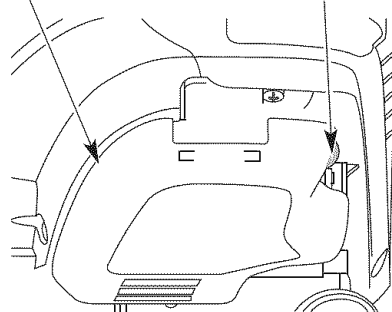

Fig. 7
SI FRÍO... Para condiciones de clima frío (inferior a 4°C/ 40°F), ponga la Palanca de Arranque en Frío (Fig. 7) en la posición de cerrada/encienda y proceda al paso 3. NO mueva esta palanca hacia abajo si la temperatura sobrepasa 4°C (40°F).
3. Oprima completamente el cebador y suéltelo 10 veces. Hágalo lentamente. Se deberá ver un poco de **combustible en el cebador** y en las tuberías de alimentación de combustible (Fig. 7). Si no puede ver el combustible en el cebador, oprímalo y suéltelo tantas veces como sea necesario hasta que vea combustible en el mismo.